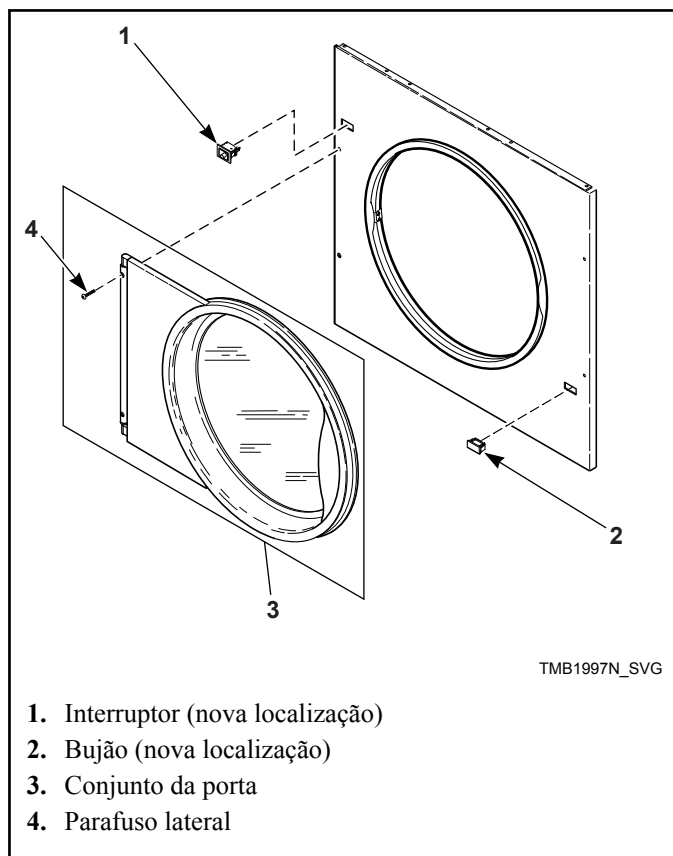

Figura 13
9. Coloque o painel frontal sobre a máquina e aperte com a mão os quatro parafusos do fundo. Conecte o chicote do interruptor da porta ao interruptor já na nova localização. Coloque o conjunto da porta e aperte com a mão os quatro parafusos laterais do painel frontal. Consulte a *Figura 13*.